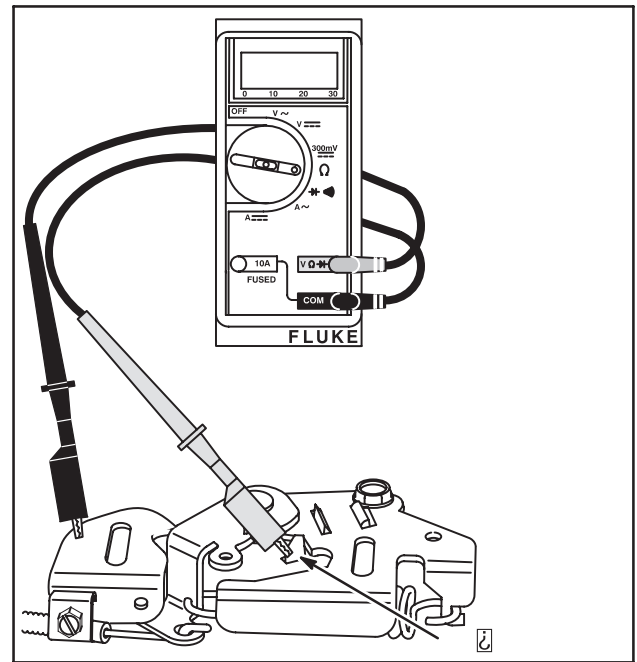

Fig. 33
2. Maintenir l'autre fil du contrôleur sur la cosse d'arrêt, Fig. 33, tout en bougeant le fil d'arrêt dans tous les sens. **NE PAS** arracher le fil d'arrêt.
4. Si le contrôleur indique un circuit ouvert, vérifier que le contact est bon à la languette d'arrêt (1) et à la masse sur le moteur.